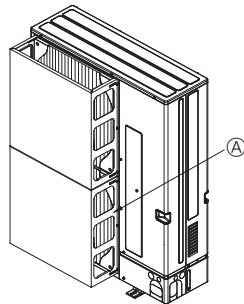

Fig. 2-4
- ② Installieren Sie eine als Sonderzubehör erhältliche Luftauslassführung, wenn die Anlage an einem Aufstellort installiert ist, an dem die Gefahr besteht, dass starker Wind direkt in die Luftaustrittsöffnung bläst. (Fig. 2-4)